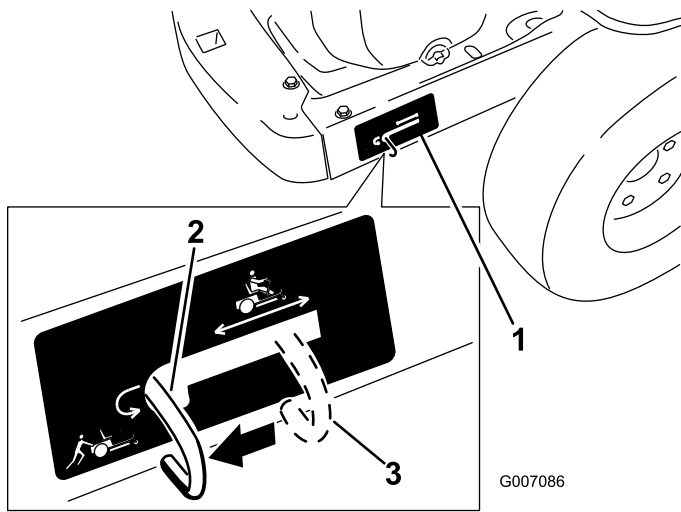

Figura 21
4. Mueva las palancas de desvío hacia atrás y luego hacia abajo para bloquearlas en esa posición, según se muestra en Figura 21, para desengranar los motores de rueda. Repita en el otro lado de la máquina.
Mueva las palancas de desvío hacia arriba y empújelas hacia adelante, al **centro** de la ranura horizontal (Figura 21) para engranar los motores de rueda.